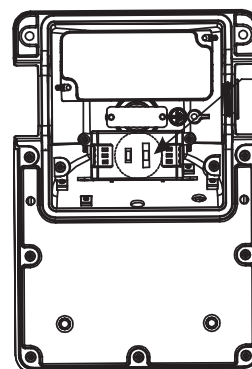

Fig. 6
6. Régler la puissance et la température de couleur des appareils d'éclairage en fonction des besoins, comme le montre la figure 6.